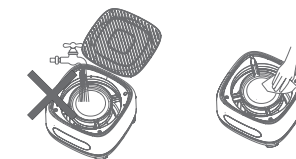

Рис. 3
- 3) Во время очистки не промывайте верхнюю часть корпуса водой, это может вызвать поломку устройства. Пожалуйста, воспользуйтесь мягкой тканью для удаления загрязнений (рис.3).